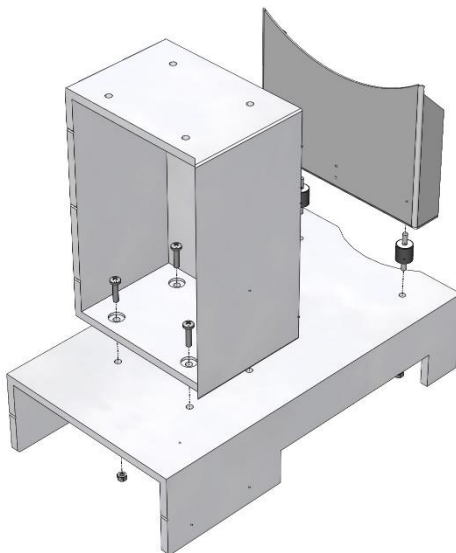

Рис. 1. Сборка крепёжной площадки вентилятора
- 6.1. Собрать крепёжную площадку вентилятора (Рис. 1):